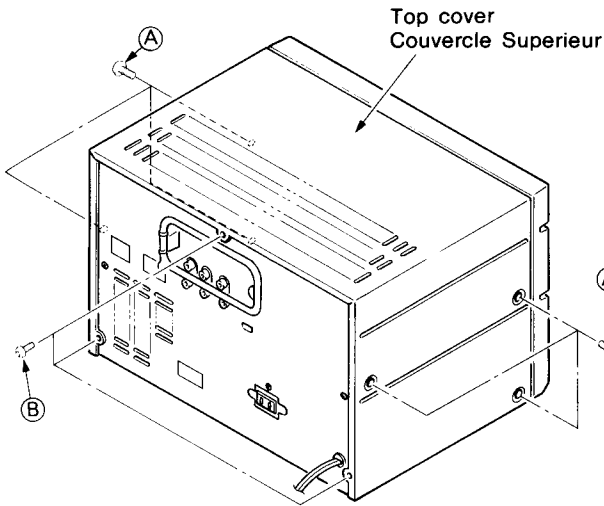

Fig. 1
1. Removing the Top cover (Fig. 1)
1. Dépose du couvercle supérieur (Fig. 1)